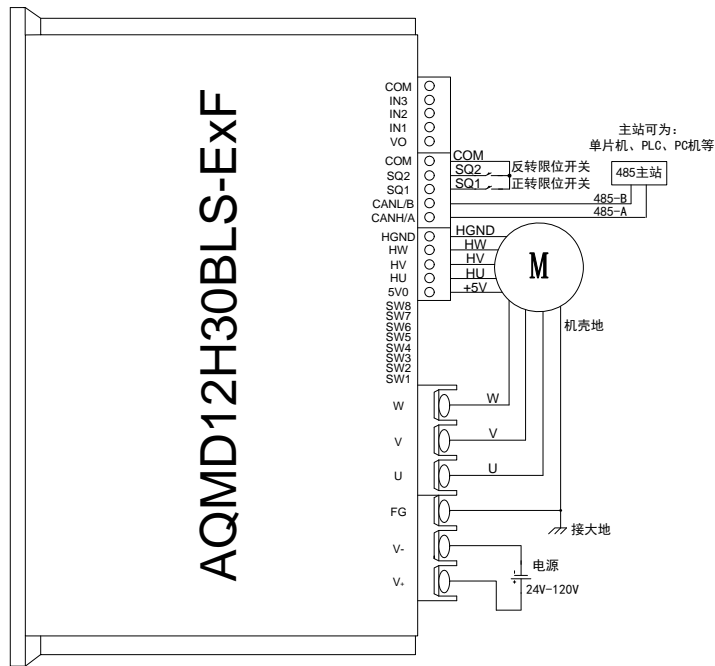

图 3.6 485 通讯电源及电机接线图
- 4) 若主站为 485 设备，485 主站与驱动器的 485/CAN接口按照A-A、B-B的方式连接（为了信号更稳定，可将驱动器的COM与主站的信号地相连），如图 3.6 所示，接通电源（注意：电源的电压应与电机的额定电压一致，且能够提供的电流大于电机的额定电流）。